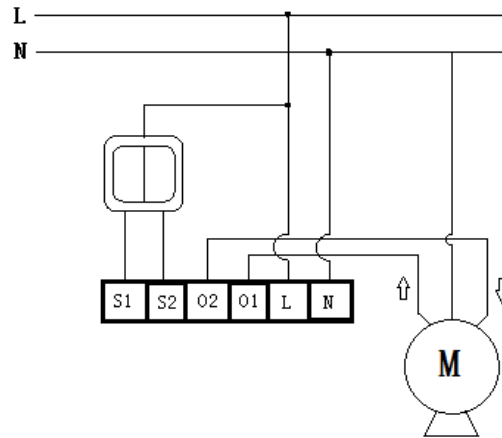
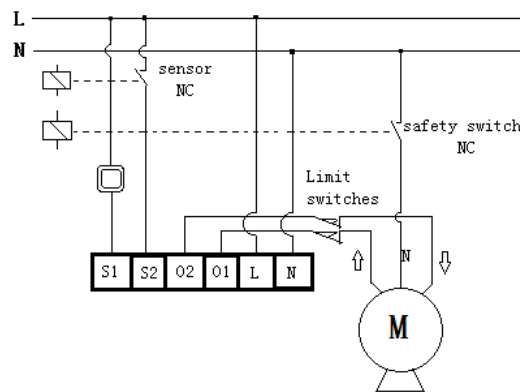

图 2
图 3
2. 根据如下接线图连接窗帘模块, 图 2(卷帘百叶窗)或图 3(门);